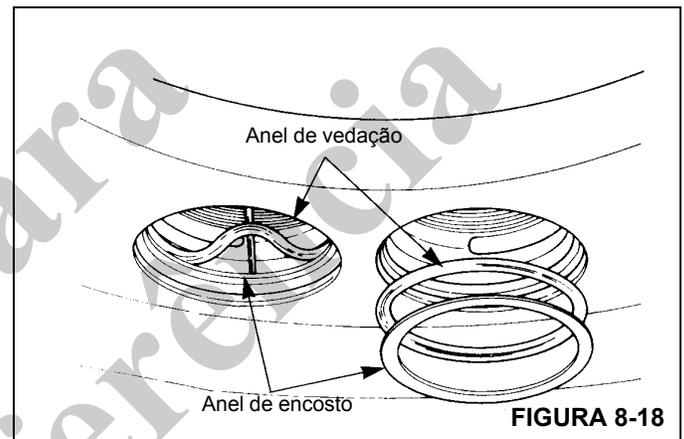

FIGURA 8-18
- 10. Remova e descarte os anéis de vedação e os anéis de encosto. Consulte Figura 8-18.